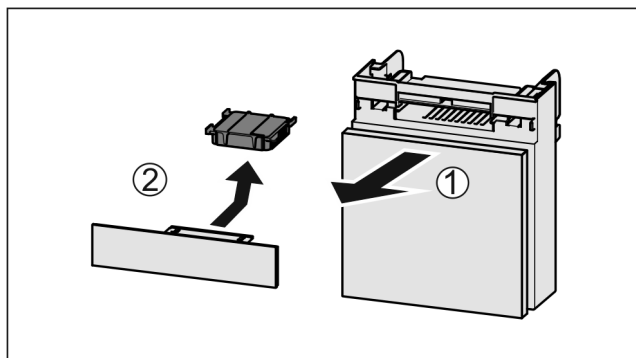

Fig. 70
- ▶ Потягніть Fig. 70 (1) відділення вперед.
- ▶ Витягнути Fig. 70 (2) фільтр з активованого вугілля.